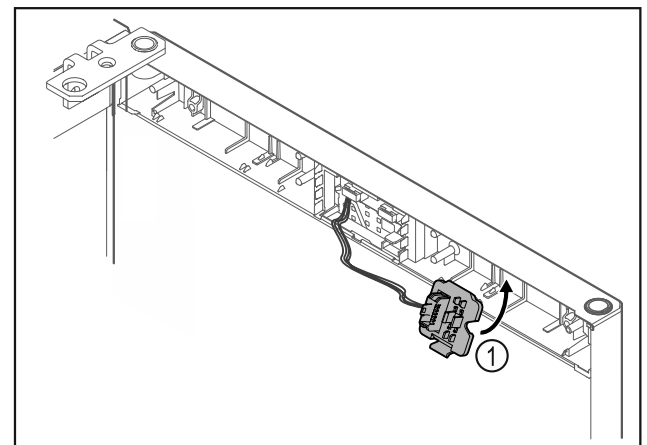

Fig. 14
- Haka i kontakthållaren Fig. 14 (1) på den motsatta sidan.*